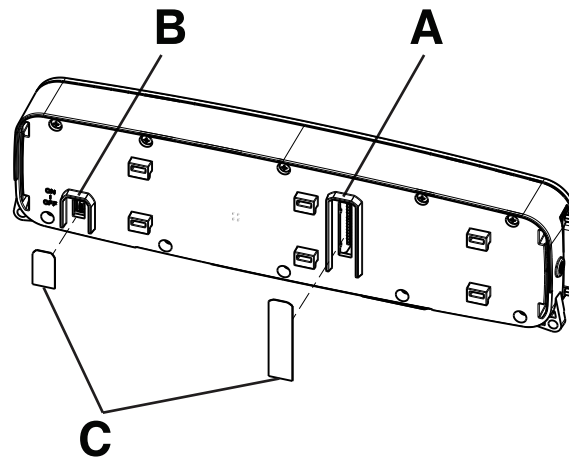

Figure 8 – Configuration des commutateurs
4. À l'aide d'un outil à pointe droit, retirer et jeter l'étiquette (521200380902) (C) qui recouvre le commutateur **MARCHE/ARRÊT** (B) (Figure 8).
5. Tourner le commutateur **MARCHE/ARRÊT** (B) en position **ARRÊT** (Figure 8).